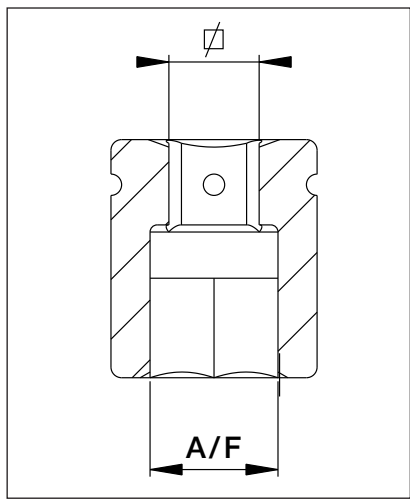

图 33
6.7 BSH 系列六角套筒的尺寸 (图 33)
## 6.7 BSH 系列六角套筒的尺寸 (图 33 - 续)